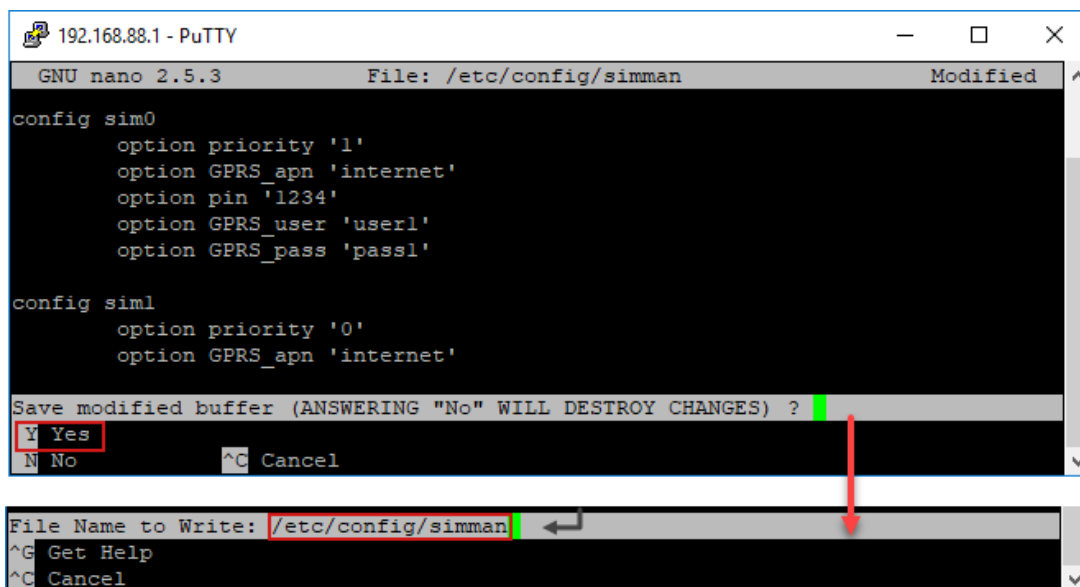

Рис. 38. Изменение APN через консоль.
2. Сохраните файл с настройками (**Ctrl+X**) и подтверждаем сохранение под тем же именем `simman` (Рис. 38).